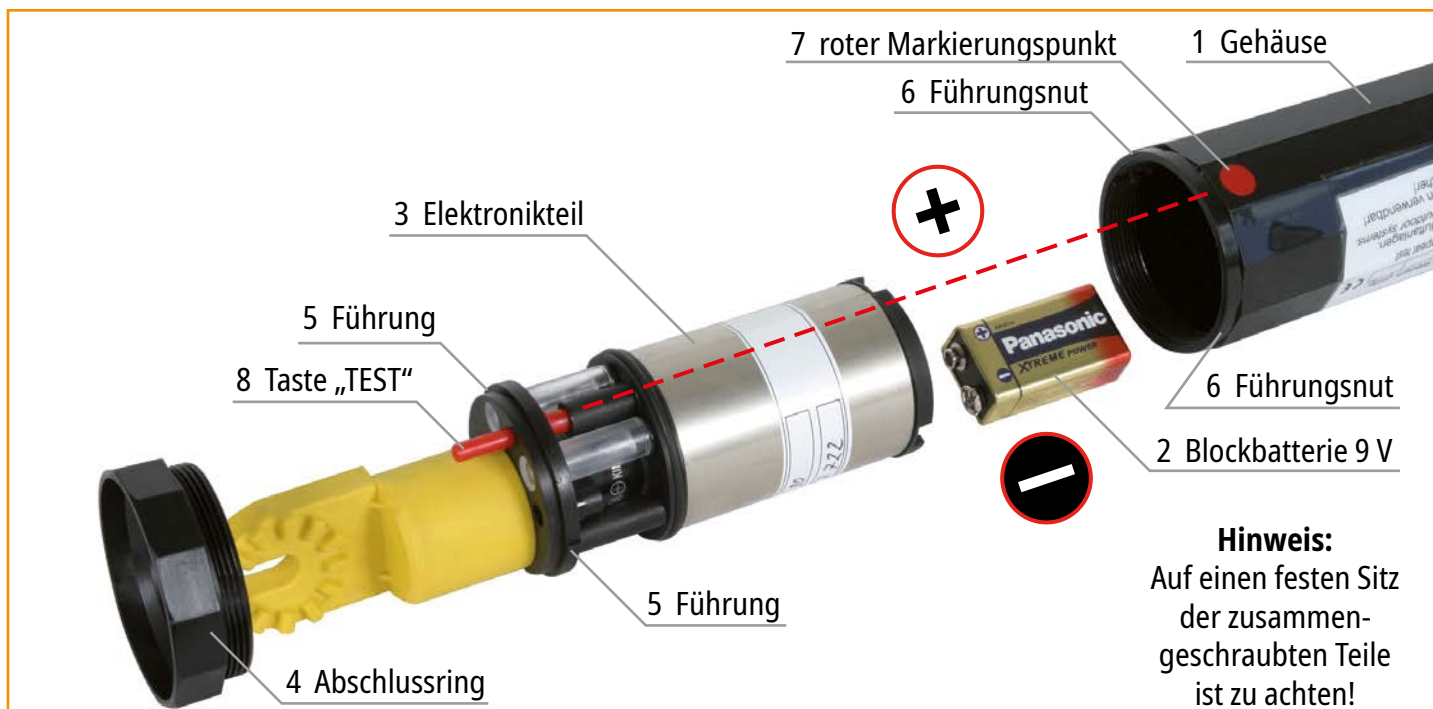

Bild 8
Danach kann der Elektronikteil (3) aus dem Gehäuse gezogen werden (Bild 8).
Vor dem Zusammenbau des Anzeigegerätes müssen die mit dem Elektronikteil verschraubten Sechskantmutter sowie die Rändelmutter auf festen Sitz hin überprüft werden. Bei losen oder fehlenden Muttern (Sechskantmutter oder Rändelmutter) ist der Spannungsprüfer (das Anzeigegerät) der weiteren Anwendung zu entziehen und zur Reparatur an DEHN zu senden (siehe Bild 8)!